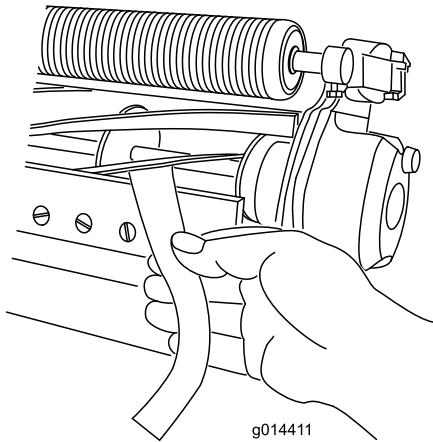

图10
- 在滚刀与底刀间插入一长条剪切性能纸纸要与滚刀和底刀垂直检测剪切性能图10。缓慢向前旋转滚刀剪切检测纸。